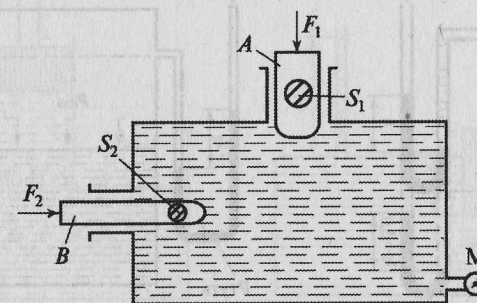

Рис. 2.17
**Задача 2.18.** Два плунжера  $A$  и  $B$ , находящиеся в горизонтальной плоскости, уравновешены (рис. 2.17). Определить показания манометра и силу  $F_2$ , если сила  $F_1 = 600 \text{ Н}$ , площади плунжеров соответственно  $S_1 = 60 \text{ см}^2$ ,  $S_2 = 5 \text{ см}^2$ .